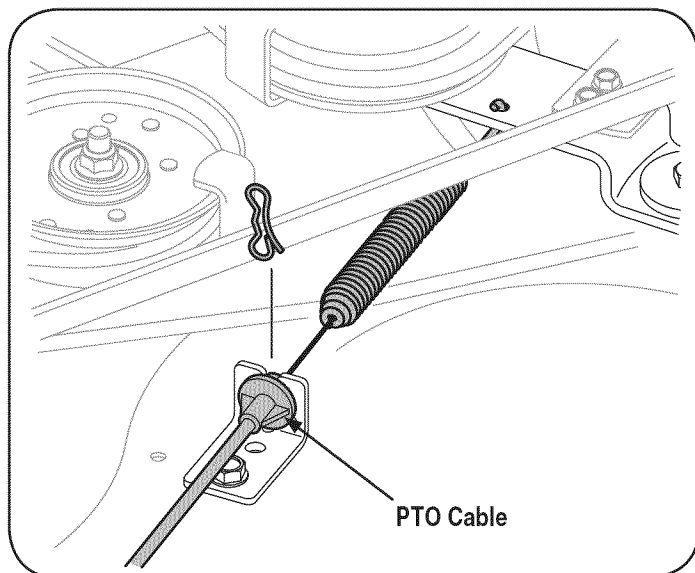

Figura 22
9. Retire con cuidado el cable de toma de fuerza de la parte trasera de la plataforma de corte al eliminar el clip de horquilla que lo sujeta. Retire el muelle del soporte rueda loca de la cubierta. Véase la figura. 22.